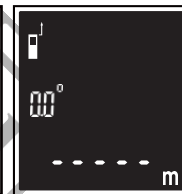

Fig. 4
- Appuyez sur le bouton  pour définir le haut de l'appareil comme référence de mesure. (Fig. 4)